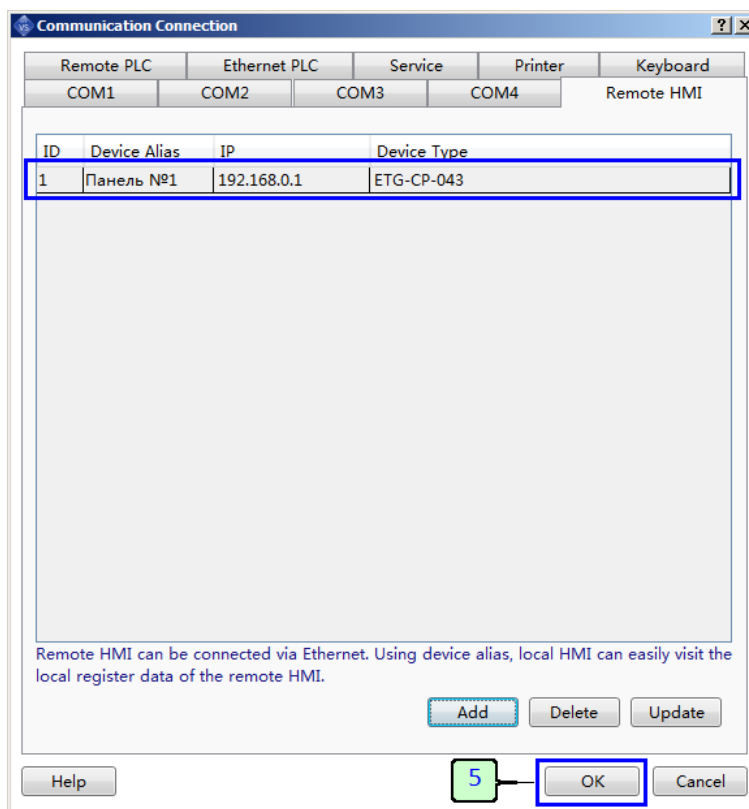

Рисунок 86 - Новое подключение удаленной панели
4. Нажмите "OK" чтобы закончить настройку и сохранить данные. В окне настроек отобразится новое подключение (рисунок 86).